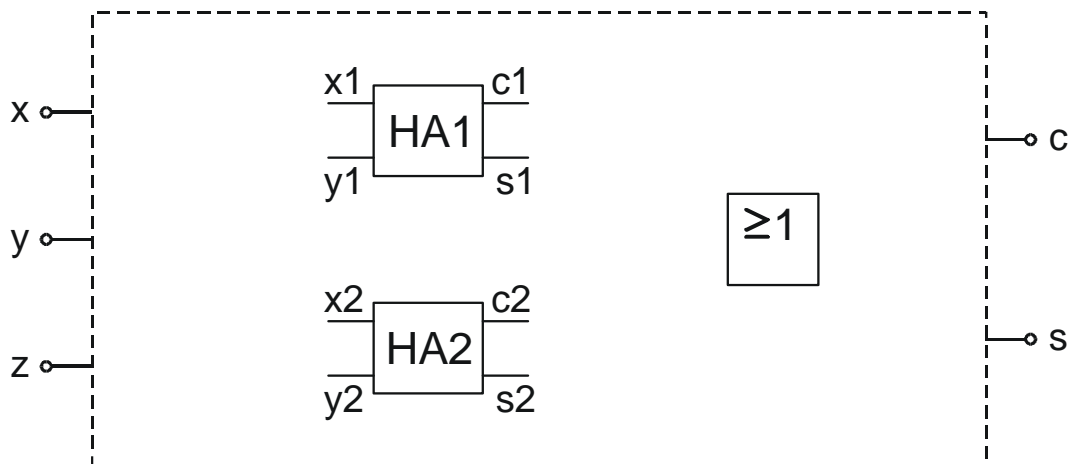

Bild 5.2: Aufbau eines Volladdierers
c) Vervollständigen Sie Bild 5.2 derart, dass aus den beiden Halbaddierern HA1 und HA2 sowie dem ODER-Gatter ein Volladdierer mit den Eingängen x , y und z sowie den Ausgängen s und c entsteht!